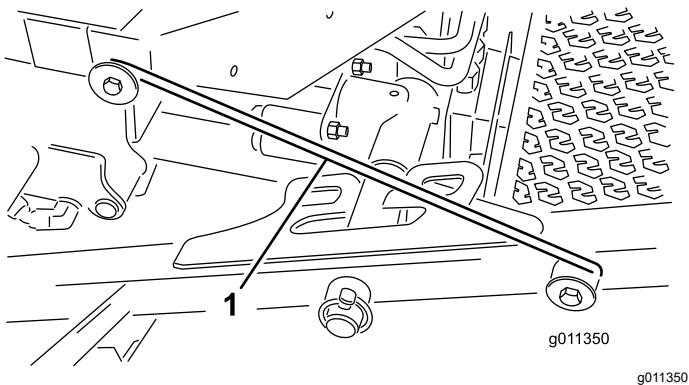

Figura 36
4. Liberate l'asta del dispositivo di sicurezza (Figura 36) dal fermo sulla parte anteriore del telaio portante.
5. Sollevate la parte esterna dei piatti di taglio anteriori e agganciate il dispositivo di sicurezza al perno del telaio presente sulla parte anteriore della piattaforma dell'operatore (Figura 36).